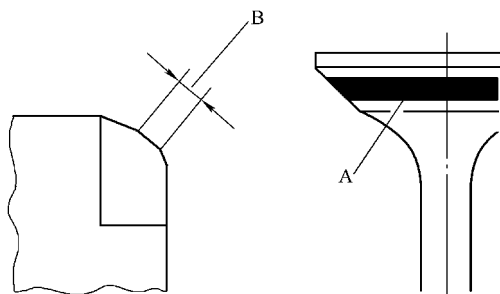
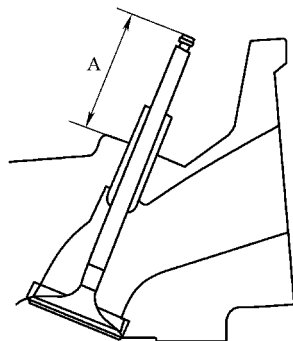

图 10-38 检查气门与气门座的接合面
图 10-39 气门杆安装高度
6) 重新修整气门座后, 检查气门座是否平滑: 如图 10-38 所示, 将普鲁士蓝复合膏 A 涂抹到气门锥面上, 将气门插入气缸盖中原来的位置, 然后提升气门数次并使其紧靠着气门座。
① 如果接合面太高 (更靠近气门杆), 必须用 67.5° 铰刀 (进气) 或 60° 铰刀 (排气) 进行第二次铰削以使其向下移动, 然后用 45° 铰刀再一次铰削以恢复气门座宽度。
② 如果接合面太低 (更靠近气门边缘), 必须用 30° 铰刀进行第二次铰削以使其向上移动, 然后用 45° 铰刀再一次铰削以恢复气门座宽度。
8) 将进气门和排气门插入气缸盖, 并测量气门杆的安装高度 A, 如图 10-39 所示。